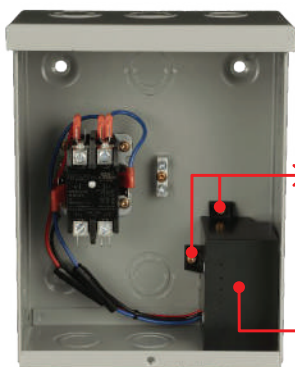

Figure 1*
- Dévissez les deux vis (figure 1) et retirez la partition.